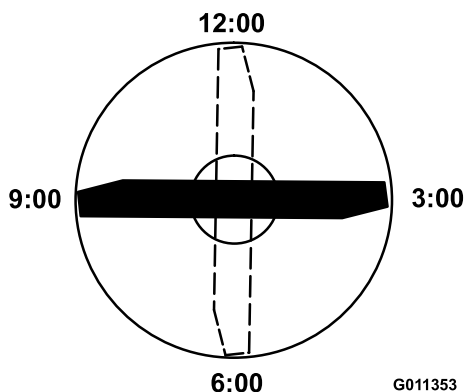

Figura 83
4. Posicione a extremidade de corte da extremidade marcada da lâmina nas 12 horas (a direito na direção do corte) (Figura 83) e meça a altura da mesa à extremidade de corte da lâmina.
5. Rode a extremidade marcada da lâmina para as posições das 3 horas e das 9 horas (Figura 83) e meça as alturas.